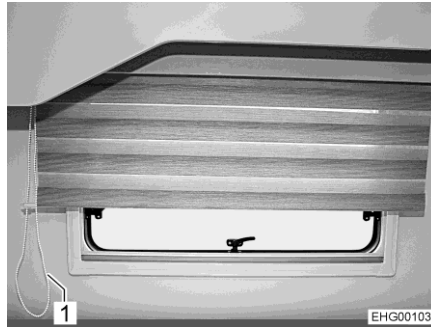

Fig. 110 Persiana enrollable variable, zona posterior
- Tirar el ramal de la cadena de tiro (Fig. 110,1) el cual cierra la persiana enrollable variable hasta que la persiana enrollable variable se encuentre en la posición deseada.
- Tirar el ramal de la cadena de tiro (Fig. 110,1) el cual abre la persiana enrollable variable hasta que la persiana enrollable variable se encuentre en la posición deseada.